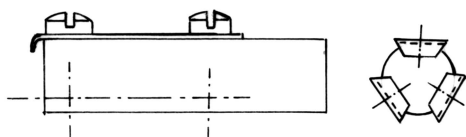

Abb. 6: Skizze für die Juffernklaue
4. Planen und Runden der zweiten Seite Hierzu muß etwas geschaffen werden, was den Knopf greift und festhält, ohne die zu planende Seite abzudecken. Die in Abbildung 6 gezeigte Juffernklaue" erfüllt diese Aufgabe und läßt sich ihrerseits in ein Futter einspannen. So ist hier die gleiche Bearbeitung möglich wie bei 3a beschrieben. Sollte aber mal nur ein Jüfferchen herzustellen sein, ist diese Operation auch